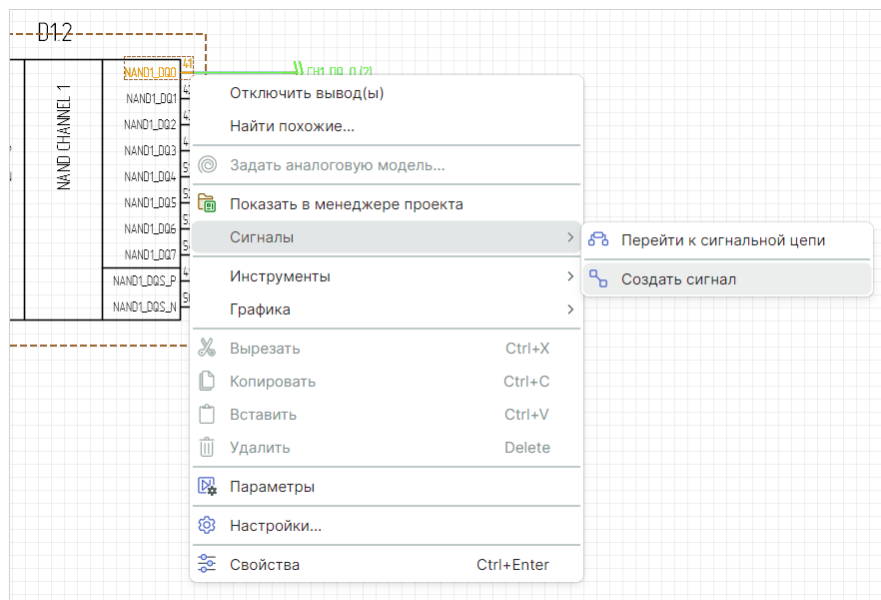

Рис. 144 Переход к созданию сигнала
2. Из контекстного меню выберите «Сигналы» → «Создать сигнал», см. Рис. 144.
Примечание! Для создания новой сигнальной цепи на электрической схеме воспользуйтесь командой контекстного меню «Сигналы» → «Создать сигнальную цепь» для выбранного проводника/контакта, см. Рис. 144.